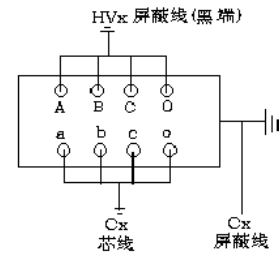

图12 变压器接法
(1) 一次绕组对二次绕组 (中性点均未接地)
- A. 接线见图 12